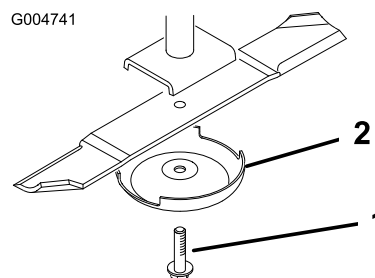

Figura 126
3. Togliete il bullone, la coppa antistrappo e la lama dall'asse del mandrino (Figura 126).